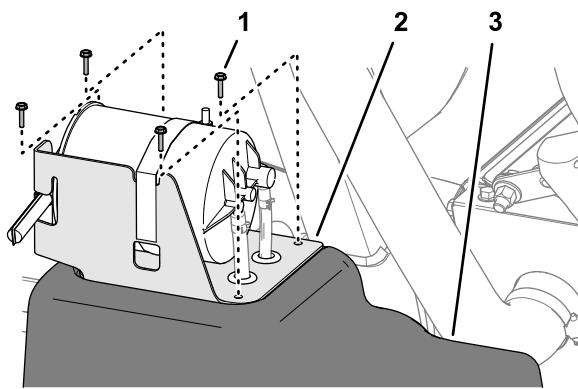

Figure 124
5. Alignez les trous dans le support du filtre à charbon actif et les trous dans le réservoir de carburant (Figure 124).
6. Fixez le support sur le réservoir (Figure 124) à l'aide des 4 vis (n° 10 x  $\frac{3}{4}$ ").